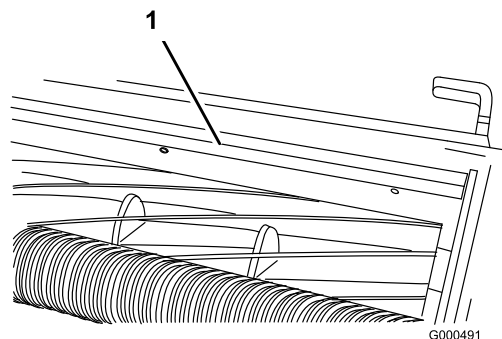

Figure 59
1. Desserrez les vis de fixation de la barre supérieure (Figure 59) au plateau de coupe.